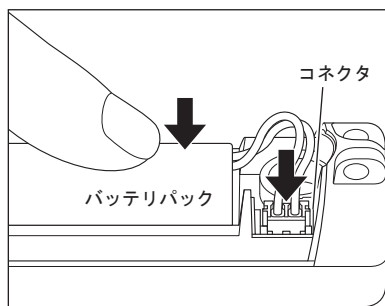

図 14
- 7) ラベルの指示に従い、コネクタを向きを合わせてしっかりと挿し込みます。(図 14)
- 8) バッテリーパックをモータハンドピースに装着します。(図 14)